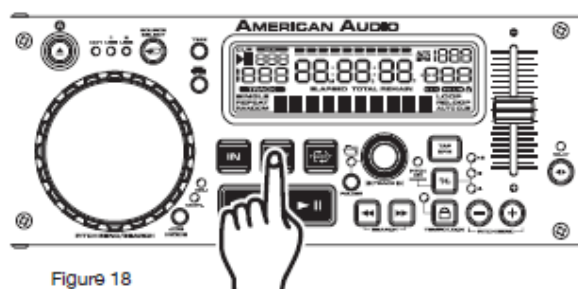

Figure 18
2) Wciskamy przycisk OUT (11) aby ustawić końcowy punkt pętli (Rysunek 18). Diody LED przycisków LOOP IN i OUT będą się świecić wskazując, że pętla jest odtwarzana. Wciskamy ponownie przycisk OUT aby wyłączyć Pętlę.
4) Wciskamy przycisk RELOOP (11) aby ponownie włączyć pętlę.
5) Wciskamy przycisk OUT (11) aby wyłączyć pętlę. Ponownie wciskamy przycisk OUT (11) gdy osiągniemy nowy końcowy punkt (Rysunek 18).
- **DLA KRÓTSZEJ PĘTLI:** Wciskamy przycisk OUT (11) na wcześniejszym punkcie utworu.
(Rysunek 18).